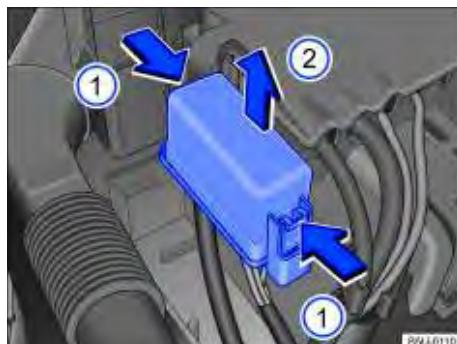

Fig. 166 No compartimento do motor: cobertura da caixa de fusíveis.
- Pressionar as travas no sentido da seta **Fig. 166 ①**, para desbloquear a cobertura da caixa de fusíveis.
- Remover a cobertura por cima, no sentido da seta ②.
- Para a **instalação**, colocar a cobertura sobre a caixa de fusíveis. Pressionar a cobertura para baixo, no sentido contrário da seta ②, até que trave de forma audível.